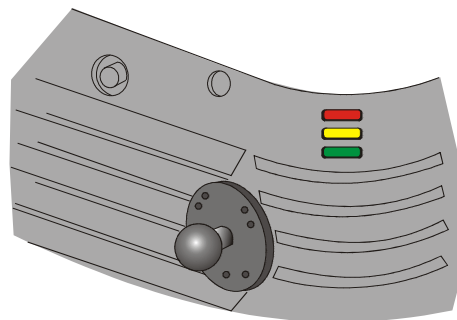

図 5-1 プロジェクター ステータス LED
2. プロジェクターの後部の LED のステータスを調べます。(図 5-1)。何もアクティビティがない場合には、セクション 3 を参照してください。